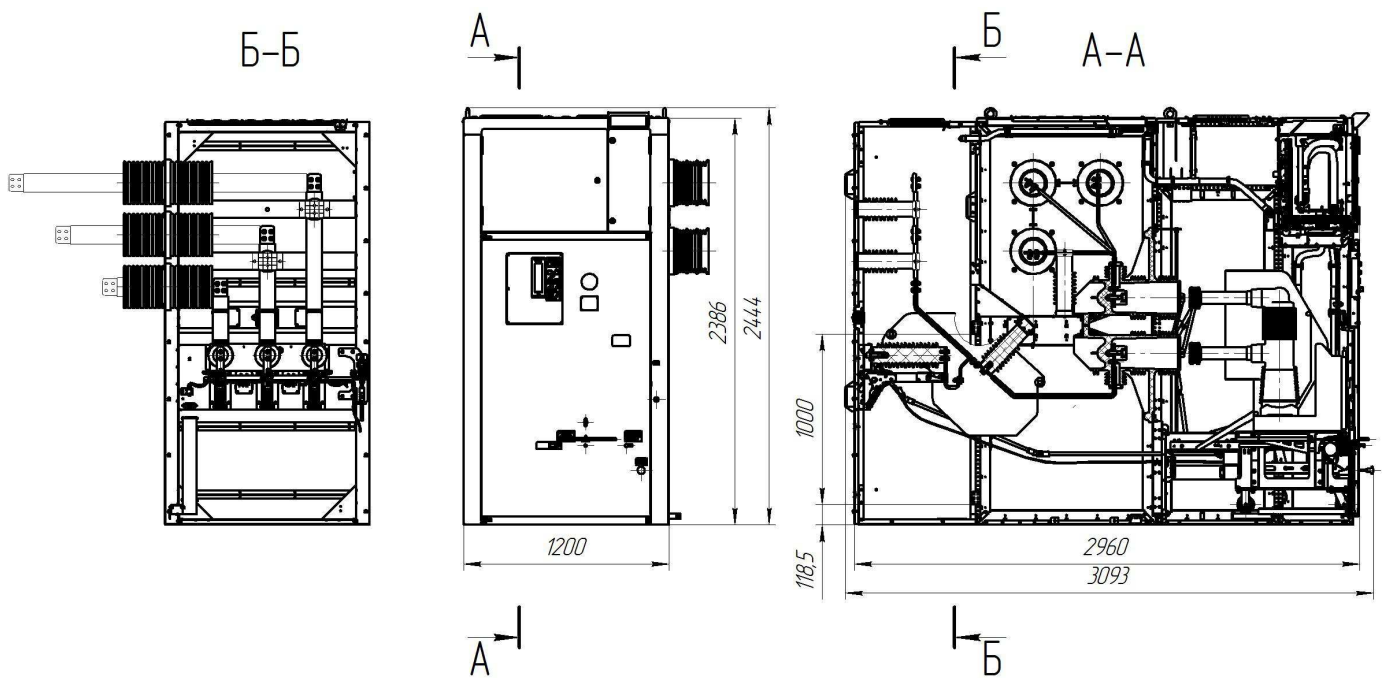

Рисунок 8 – Вариант шкафа секционного разъединителя
- шкаф секционного разъединителя (Рисунок 8);